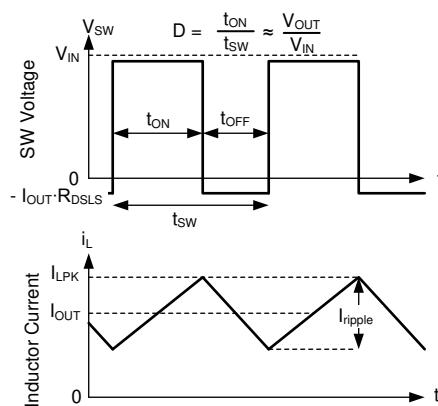

图 7-11. 连续导通模式 (CCM) 下的 SW 电压和电感器电流波形
有关 LMR43606-Q1 的以下运行说明，请参阅节 7.2 和图 7-11 中的波形。在 CCM 中，LMR43606-Q1 以变化的占空比 (D) 导通内部高侧 (HS) 和低侧 (LS) 开关，从而提供稳定的输出电压。在 HS 开关导通期间，SW 引脚电压 V_{SW} 摆动至大约 V_{IN} ，电感器电流 i_L 以线性斜率增加。HS 开关由控制逻辑关闭。在 HS 开关关闭时间 t_{OFF} ，LS 开关打开。电感器电流通过 LS 开关放电，这会强制 V_{SW} 通过 LS 开关两端的压降摆动到地电位以下。转换器环路调节占空比以保持恒定的输出电压。D 由 HS 开关在开关周期内的导通时间定义：